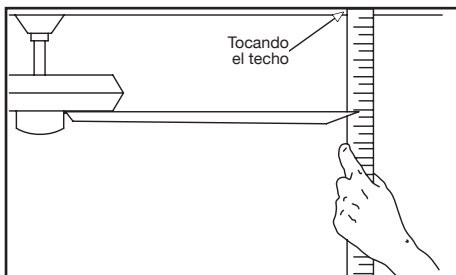

Figura 13
2. La mayoría de los problemas de oscilación del ventilador se deben a que las aspas no están al mismo nivel. Verifica este nivel seleccionando un punto en el techo sobre la punta de una de las aspas. Mide desde un punto en el centro de cada aspa al punto en el techo. Mide esta distancia como muestra la Figura 13. Gira el ventilador hasta que la siguiente aspa quede en posición para medir. Repite el procedimiento para cada aspa. Las desviaciones de la medición no deben pasar de 1/8" (3.2 mm). Enciende el ventilador por 10 minutos.